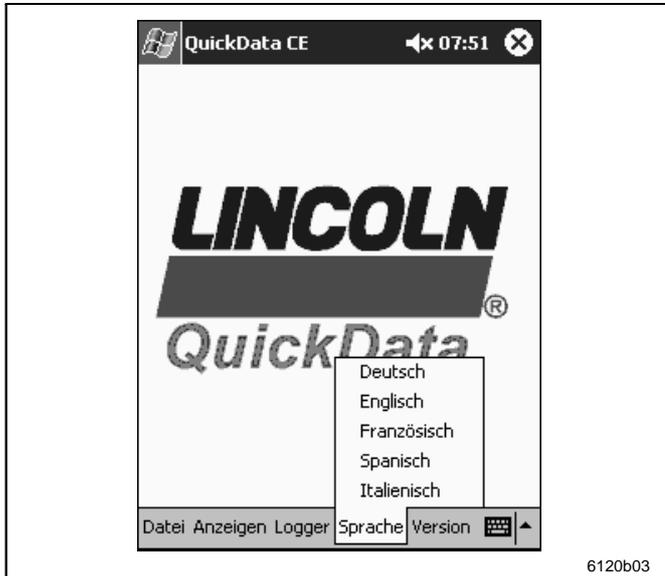

Abb. 24 Programmsprache wechseln
- ➔ Betätigen Sie in der Menüleiste „Sprache“ und im Pull-Up-Menü die gewünschte Programmsprache (siehe Abb. 24).